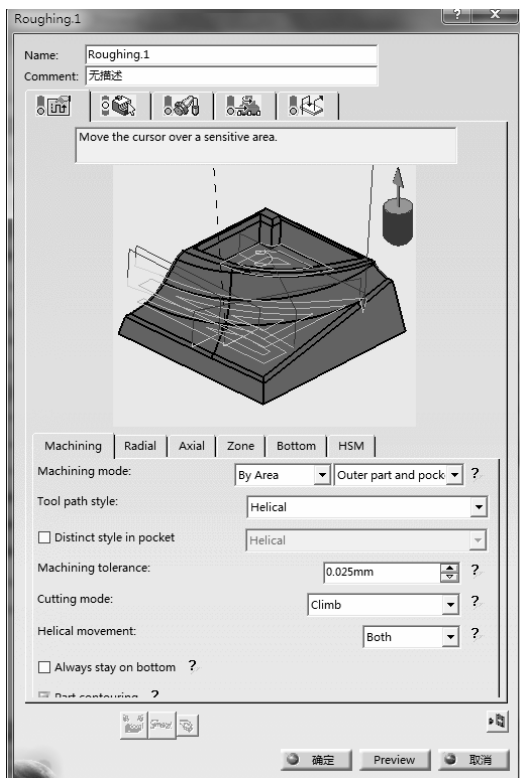

图 7-56 “Machining”选项卡（3）
- 在“Machining”选项卡（3）的“Machine mode”下拉列表中选择“By Area”和“Outer part and pockets”选项，在“Tool path style”下拉列表中选择“Helical”选项，如图 7-56 所示。